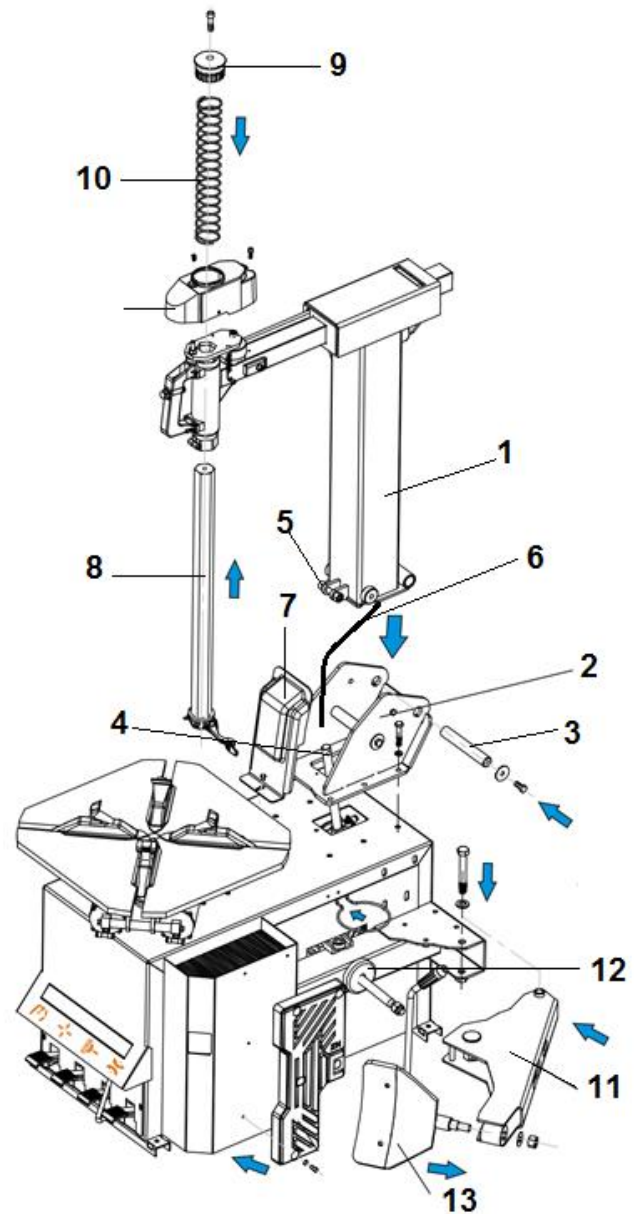

Fig. 4
- Til de kolom (1, fig.4) op de plek in de vierkante uitsparing (2, fig.4), dit kunt u op twee manieren doen aangezien de kolom behoorlijk zwaar is. U kunt de kolom ophijzen met een hijsband welke voldoet aan de Europese norm en die het gewicht aankan. U kan deze ook met twee personen op de machine tillen, zorg er dan voor dat u vanuit de benen tilt en met een rechte rug.
- Steek de luchtslang (6, fig.4) van de kolom nu door het gat in de machine achter pin L (fig.5) langs om beknelling van de luchtslang te voorkomen.
- Verwijder nu de plaat aan de zijkant van de machine en verbind de luchtslang (6, fig.4=1, fig.6) aan de luchtregelaar (3, fig.6), door de slang in de koppeling (2, fig.6) te drukken. Kijk of deze goed vastzit!